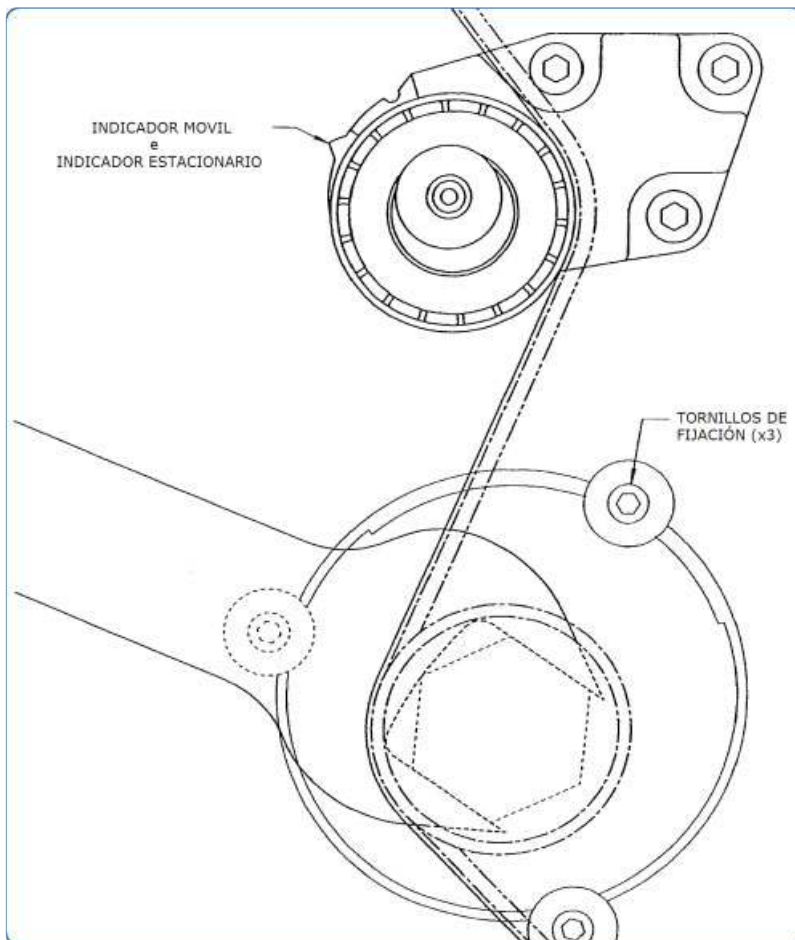

Fig. 6
9. Continúe girando el cuerpo de la bomba de agua hasta que el Indicador Móvil* se alinee con el Indicador fijo** sobre el conjunto soporte del tensor, luego ajuste los tres tornillos de sujeción (25Nm) alrededor del cuerpo de la bomba de agua (Ver **Fig. 6**).